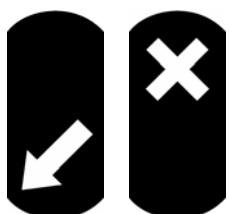

Рисунок 4. Боковой блок постоянной индикации направления прохода / запрета прохода
Покупатель (заказчик) имеет возможность выбрать подходящий ему вариант исполнения турникета. Различные модификации турникета, отличающиеся конструкцией боковых модулей (6, 13, 17), т.е. наличием / отсутствием встроенного картоприемника / монетоприемника, показаны на рис. 2. Боковые модули жестко закрепляются на основной стойке (1). Сверху на боковые модули устанавливаются боковые крышки (8), которые могут нести различное функциональное назначение в соответствии со своим типом (см. табл. 1). На боковых модулях турникета расположены блоки постоянной индикации направления прохода / запрета прохода (см. рис. 4). При снятии боковых модулей обеспечивается доступ к четырем отверстиям в основании стойки для крепления турникета к установочной поверхности.